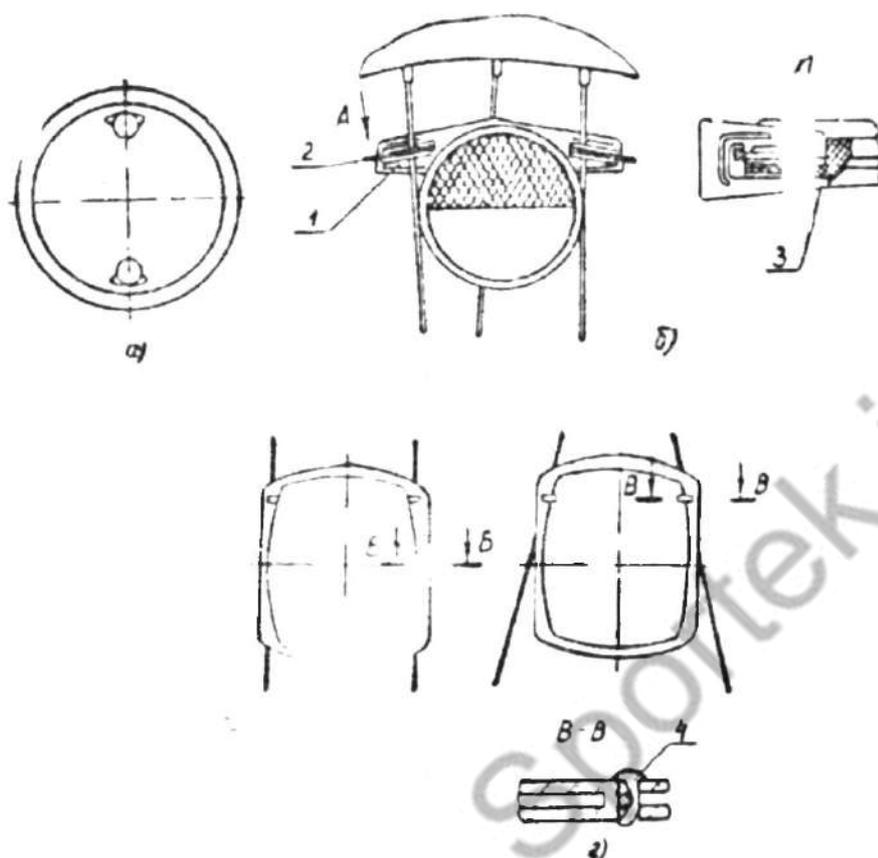

Рис. 11. Установка боковых световозвращателей.
Передний и задний боковые световозвращатели имеют двойные оптические элементы одинакового цвета. Они устанавливаются соответственно на спицы переднего и заднего колес (рис. 11) — по два световозвращателя в колесо в диаметрально противоположных направлениях вентилю.
Для установки сместившегося световозвращателя по спицам необходимо если требуется, передвинуть световозвращатель ближе к ободу колеса, при этом не допускать заметной деформации лепестков (3). На велосипедах могут быть установлены широкоугольные боковые световозвращатели. Они дополнительно крепятся специальными фиксаторами (4) (рис. 11в, г).